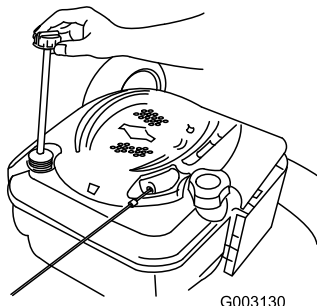

Bild 46
2. Ziehen Sie den Peilstab heraus (Bild 46).